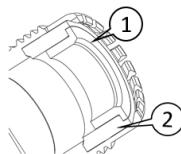

Fig. 9: Valg av riktig tetning
- 1 Velg det riktige tetningstilbehøret. Den anbefalte utvendige diametern til kabelen for tetningen (fig. 9 / pos. 1) er på 20–24 mm.
Den anbefalte utvendige diametern til kabelen for tetningen (fig. 9 / pos. 2) er på 24,5–30 mm.